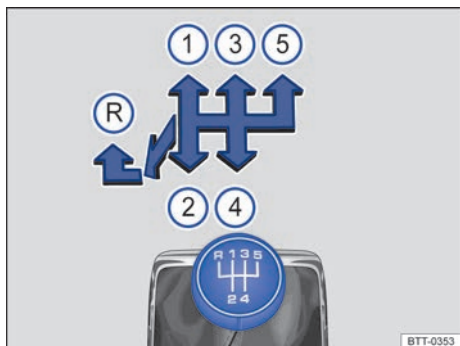

Fig. 101 Esquema de cambios de la transmisión manual de 5 marchas.
Las posiciones de cada marcha están representadas en la palanca de la transmisión ⇒ fig. 101.
- Empujar la palanca de la transmisión totalmente hacia la izquierda y después hacia adelante hasta la posición de la marcha atrás ⇒ fig. 101 (R).